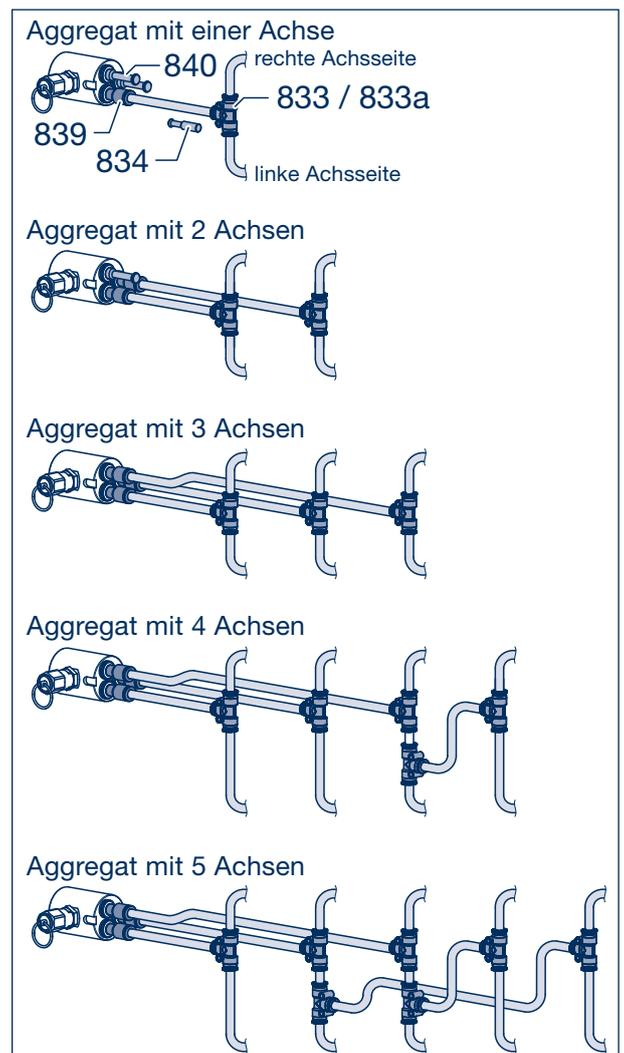

Bild 32
- [5] Druckluftleitungen ( $\varnothing$  8 x 1 mm) in den Anschluss der Control Box einstecken und mit dem AirSave T-Stück an der Achse verbinden. (Bei Ausführungen bis 09.10.2020 müssen Druckluftleitungen ( $\varnothing$  6 x 1 mm) und Reduzierungen (839) am Anschluss der Controlbox verwendet werden. Bei weiteren Achsen im Fahrzeug muss zusätzlich je ein T-Stück in den Pneumatikkreislauf integriert werden, siehe Bild 32.